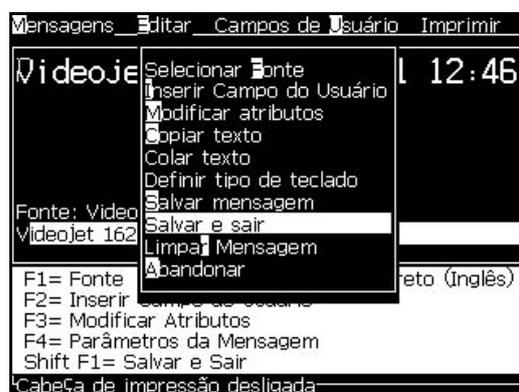

Figura 5-14: Opção Salvar e sair
- Selecione *Salvar e sair* no menu *Editor* (veja Figura 5-14).